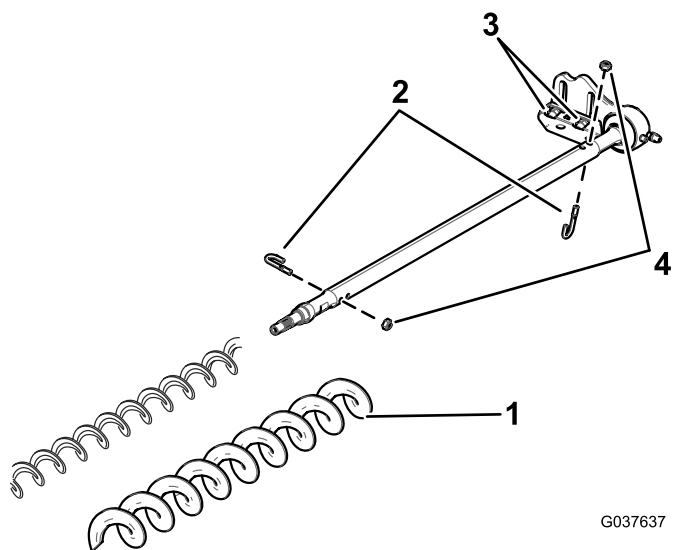

Figure 18
- Serrez les contre-écrous des boulons en J à un couple de 2 à 3 N m ; voir Figure 18.